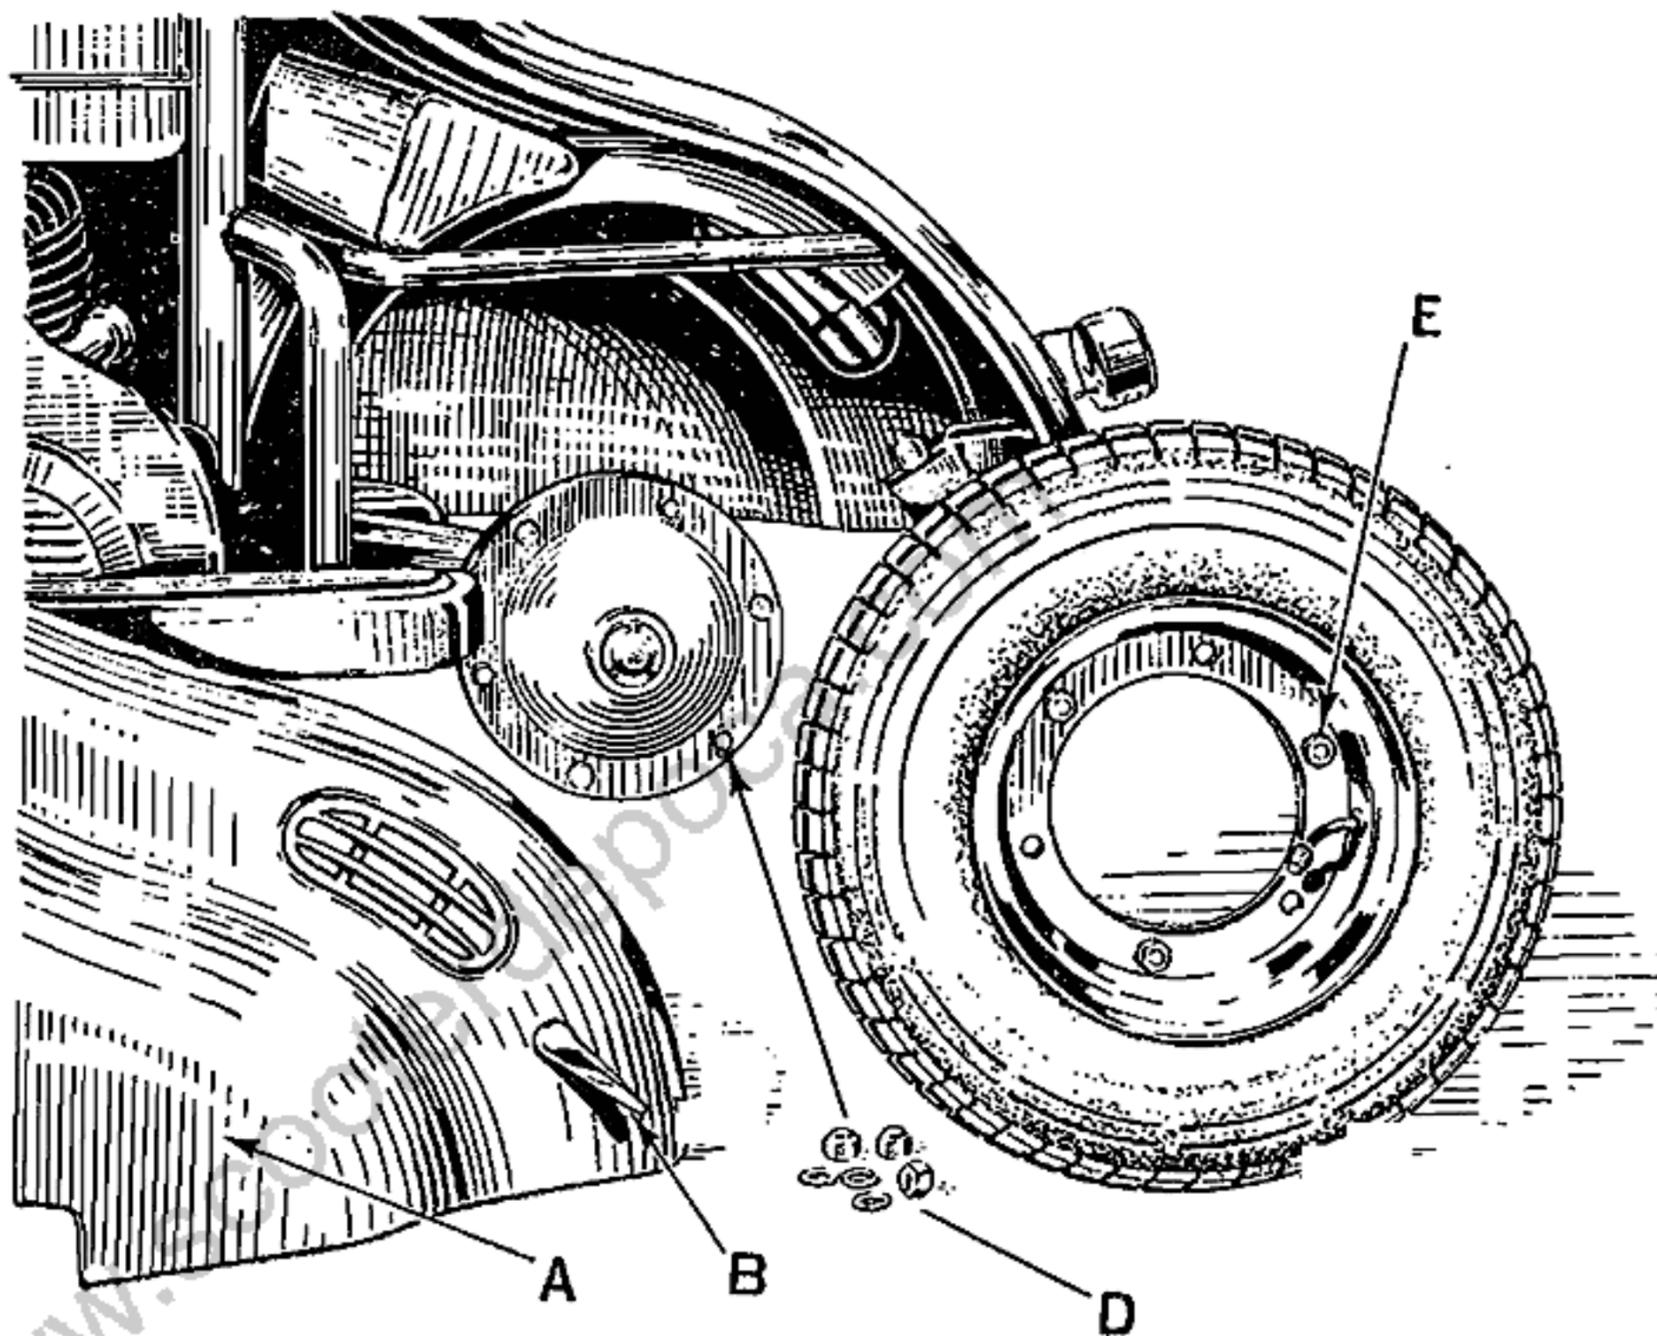

Fig. 6
lette stesse. Per separare il cerchio dal mozzo svitare i 3 dadi ciechi (D). Per smontare la ruota posteriore (vedi fig. 6), occorre in precedenza smontare la fiancata sinistra (A) della carenatura al-